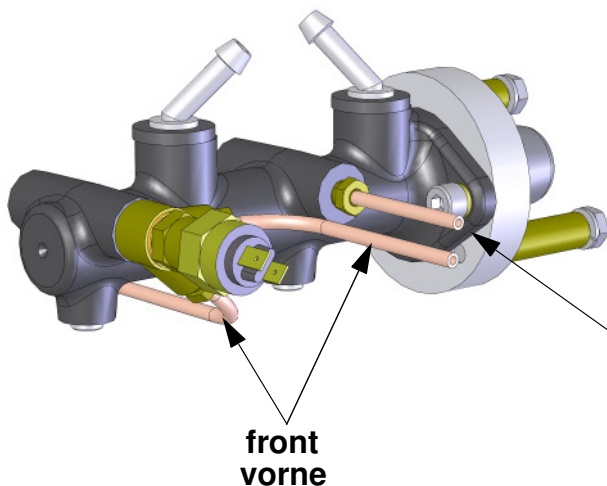
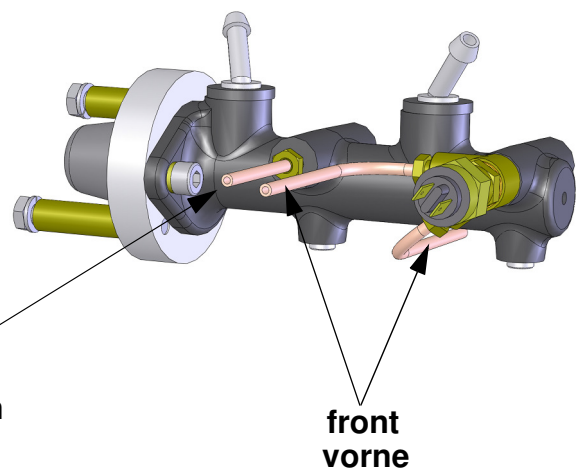

Fig.2
Fig.3
- The adaptor ring needs to be positioned the correct way, as shown in Fig.3 (note the offset positions of the adaptor ring bolt holes). It is possible to install this the wrong way, so please take extra care.
- Befestigen Sie den Adapterring am HBZ mit den zwei Innensechskantschrauben (Pos.6, Fig.1) und Federringen (Pos.5, Fig.1) so, dass in Fahrtrichtung links eine Gewindebohrung oberhalb der linken Befestigung zum HBZ sitzt. Siehe Fig.2.
The adaptor ring needs to be positioned the correct way, as shown in Fig.2 (note the offset positions of the adaptor ring bolt holes). It is possible to install this the wrong way, so please take extra care.
See Fig. 2 for LHD or Fig. 3 for RHD for further information.
- Bend the lines around and hand thread into the m/c. See Fig.2 & 3.
- Befestigen Sie den Adapterring am HBZ mit den zwei Innensechskantschrauben (Pos.6, Fig.1) und Federringen (Pos.5, Fig.1) so, dass in Fahrtrichtung rechts eine Gewindebohrung oberhalb der rechten Befestigung zum HBZ sitzt. Siehe Fig.2.
Siehe Fig.2 für LHD oder Fig.3 für RHD
- Drehen Sie die Verschraubungen der hinteren und der beiden vorderen Bremsleitung handfest in den HBZ. Siehe Fig.2 .